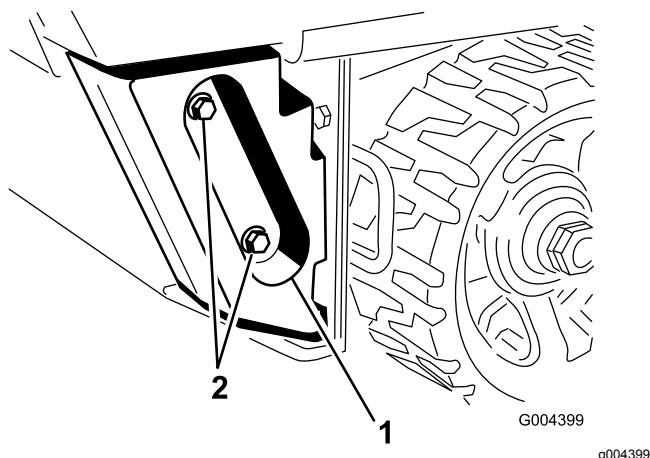

Bild 1
6. Entfernen Sie an Maschinen der Serie TX 400 die Gegengewichte und die Befestigungen vom Heck der Maschine und bewahren sie an einem sicheren Ort auf (Bild 1).